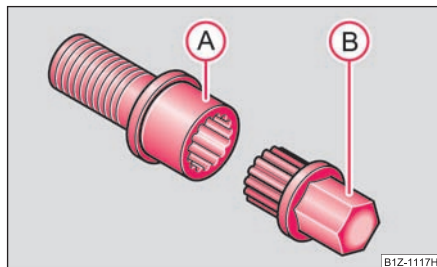

Fig. 229 Tornillo de seguridad para ruedas con adaptador
- Introducir el adaptador (B) con su lado dentado hasta el tope de tal modo en el dentado interior del tornillo de seguridad para ruedas (A), que ya sólo sobresalga el hexágono exterior ⇒ fig. 229.
- Calar la llave de rueda* hasta el tope en el adaptador (B).